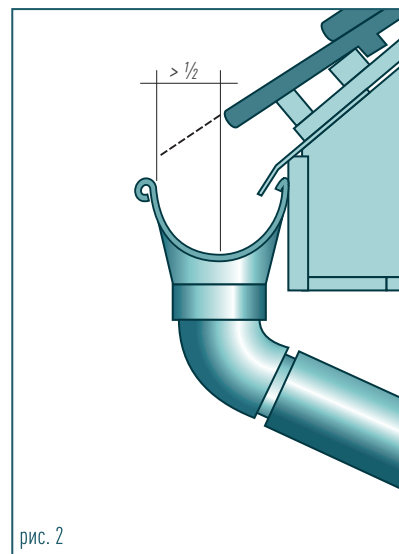

рис. 2
- Слід пам'ятати, що ринви слід кріпити так, щоб вони не створювали опору для сповзаючого снігу. Задашиння не повинно виступати далі половини діаметру ринви, а ринва повинна бути прикріплена нижче лінії продовження поверхні даху. (рис. 2).